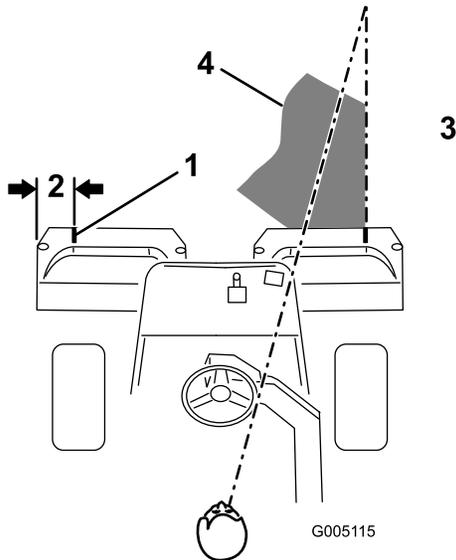

Figura 11
2. Aplique um pedaço de fita branca ou pinte uma linha em paralelo à borda lateral de cada cesto (Figura 11).